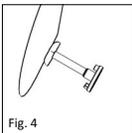

Fig. 4
■ **fig. 4** A parte do medidor com forma de êmbolo destina-se ao apoio da base do estribo no âmbito da medição. A porção com forma de prato destina-se ao assento contra a membrana timpânica. A espessura do transplante (por ex. disco de cartilagem), que serve posteriormente como preenchimento da membrana timpânica, deve ser tomada em consideração na medição do comprimento da prótese. Uma vez determinado o comprimento ideal, pode regular-se o comprimento pretendido na prótese total.
■ **Рис.4** Часть измерителя в виде поршня используется в ходе измерения для наложения на основание стрелочка. Часть, имеющая форму тарелки, предусмотрена для опоры барабанной перепонки. Толщина трансплантата (например, хрящевого диска), который впоследствии служит подкладкой у барабанной перепонки, должна учитываться при определении длины протеза. Когда оптимальная длина найдена, она устанавливается на полном протезе.